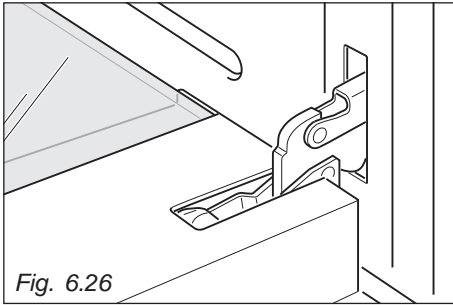

Fig. 6.26
- Fully open the oven door (fig. 6.26).